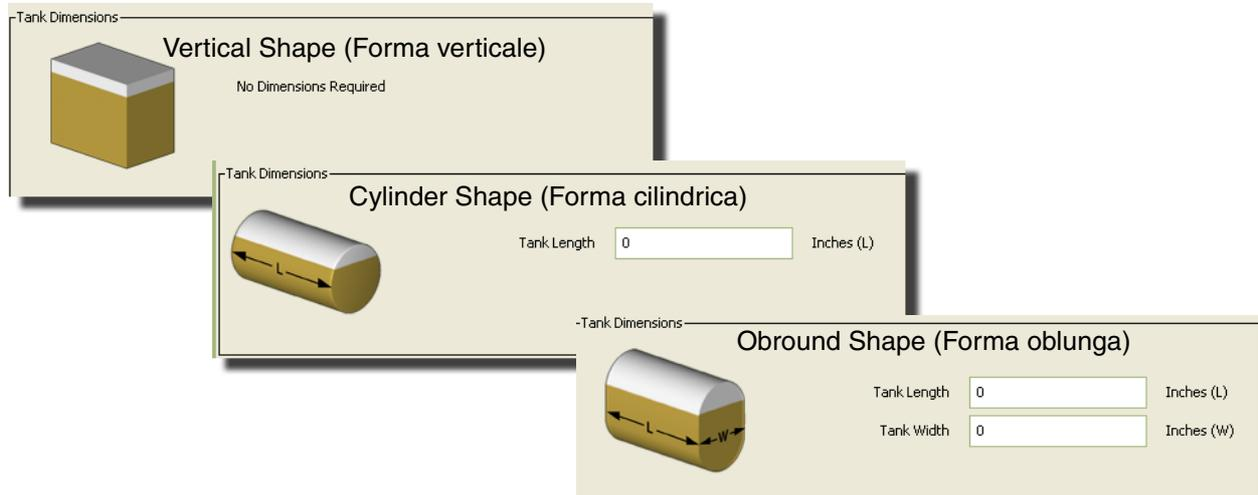

FIG. 102
- **Tank Shape** (Forma serbatoio): selezionare verticale (predefinita), cilindrica o oblunga. Ulteriori informazioni sulle dimensioni sono necessarie per i serbatoi con forma cilindrica o oblunga (vedere FIG. 102).